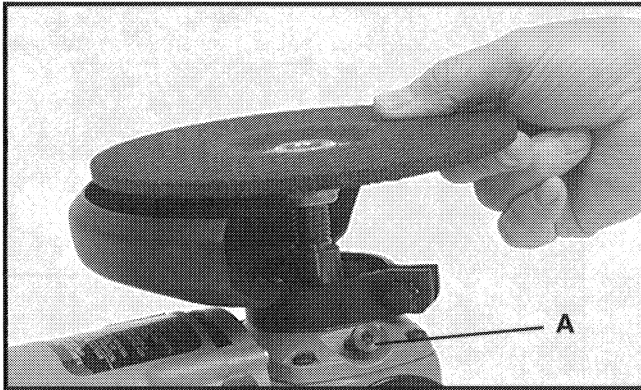

Fig. 6
5. Serrez la meule en appuyant sur la cheville de blocage d'axe (A) Fig. 6 et en tenant l'outil d'une main, tout en tournant la meule en sens horaire de l'autre main. Serrez à la main fermement.
Utilisez une meule à centre affaîssé et un protecteur de sécurité (voir Fig. 6). Le protecteur doit être positionné de manière à ce que les éclats ou les morceaux projetés par une meule qui pourrait accidentellement se briser soient défléchis en direction opposée à l'opérateur. Posez la poignée auxiliaire d'un côté comme de l'autre du carter d'engrenages. Saisissez fermement les poignées auxiliaire et arrière. Soulevez la poignée arrière de manière à ce que seul le secteur avant de la meule soit en contact avec l'ouvrage avant de mettre le moteur en marche ou à l'arrêt. Lorsque la rectifieuse n'est pas utilisée, remettez-la en place sur son support et sur la poignée arrière. Pour la pose de la meule à centre affaîssé, reportez-vous à la POSE DE LA MEULE À CENTRE AFFAÎSSÉ.